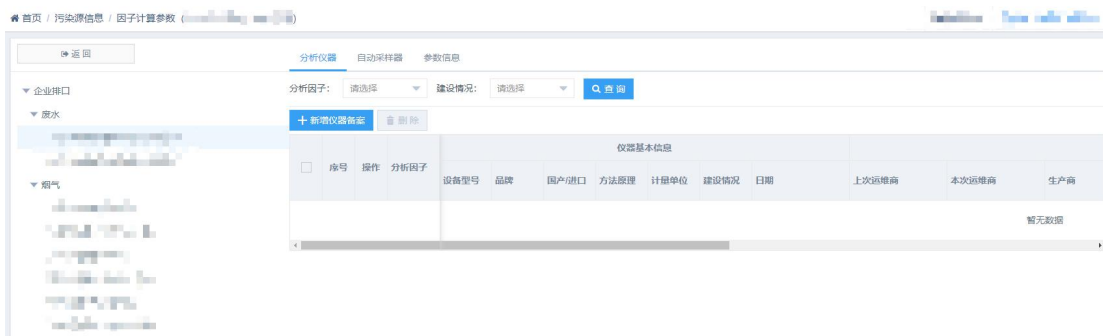
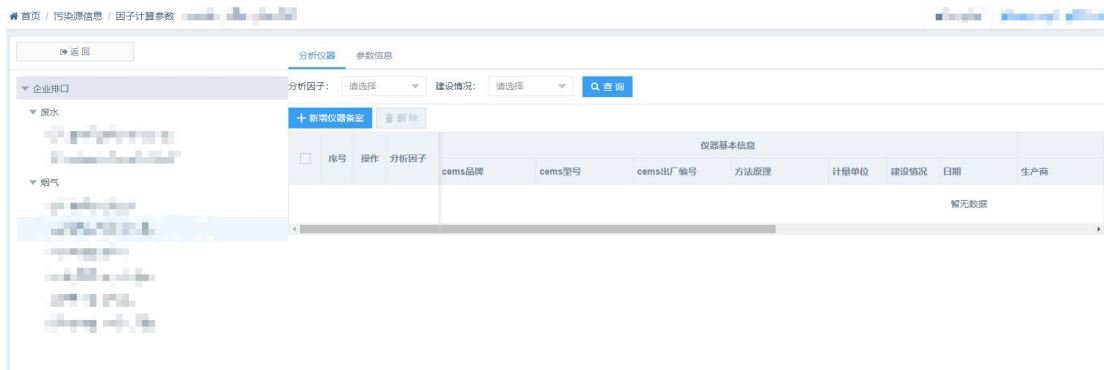

图 3 废水测点对应仪器信息
图 4 废气测点对应仪器信息
2. 左侧选择测点，当选择废水测点时，右侧会显示分析仪器和自动采样器的页面信息；当选择烟气测点时，右侧会显示分析仪器的信息。可以选择不同测点进行切换，然后录入该测点的相应仪器信息，见图 3 和图 4。